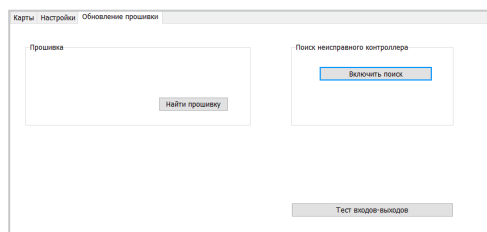

Рис.20. Поиск неисправного оборудования.
- Перейдите на вкладку «Обновление прошивки», раздел «Поиск неисправного контроллера» и нажмите кнопку «Включить поиск» (**Рис.20**)